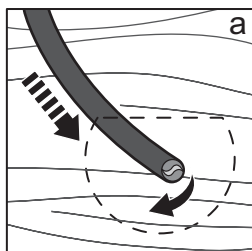
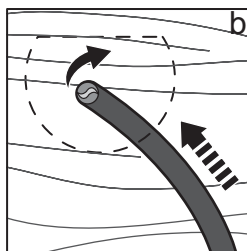

Fig. 22
Fig. 23
- > Vă rugăm să aveți în vedere la utilizarea produsului fără ghidaj, că va prezenta o mișcare de răsucire spre dreapta la mișcarea către operator (Fig. 22), și o mișcare spre stânga când este deplasat dinspre operator.(Fig. 23).